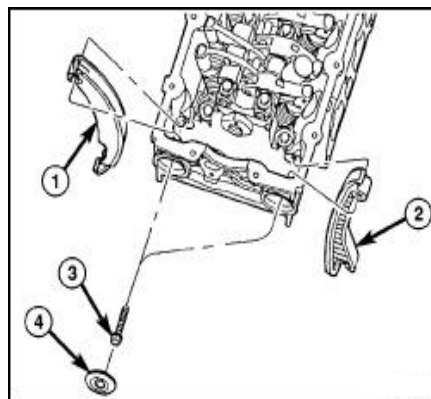

图. 19 正时链条导板支架
板(图. 19)。
(1) 安装左正时链条导板, 紧固力矩为 $28 \text{ N} \cdot \text{m}$ (250 in. lbs.) (图. 19)。